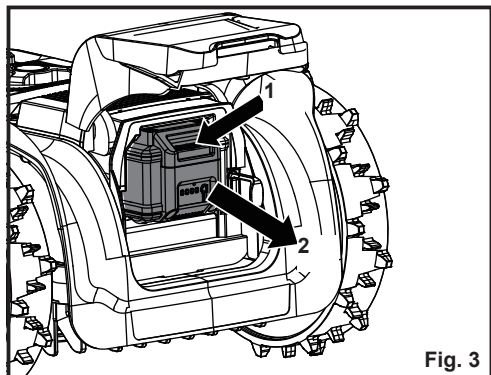

Fig. 3
2. Mantenga pulsado el botón de liberación de la batería (1), sujete firmemente la batería y extráigala (2) del compartimento de la batería (Fig. 3).